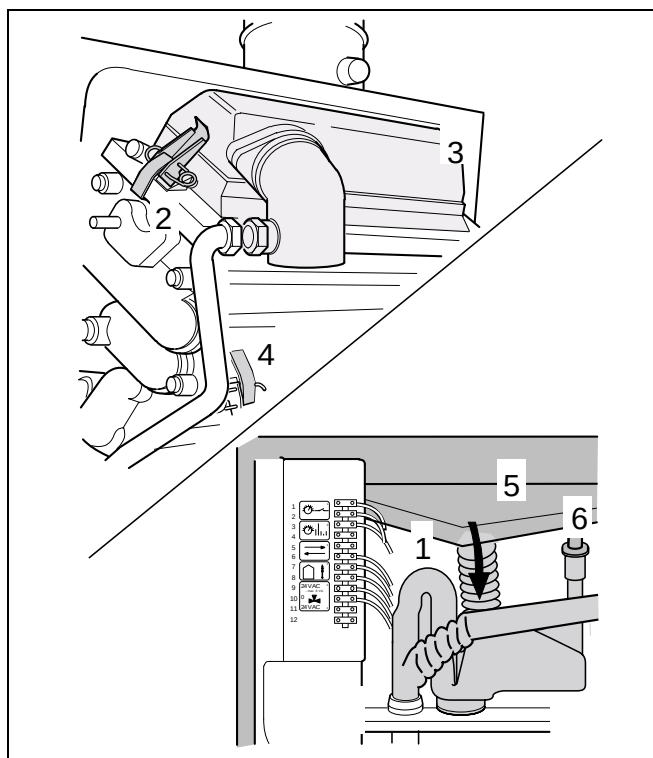

Abb. 32 Abdeckung und Kondensatplatte abnehmen
- Beide Halteklammern (Abb. 32, Pos. 2) an der Brennerabdeckung lösen und Brennerabdeckung und Brenner (Abb. 32, Pos.3) entnehmen.
- Siphon von der Kondensatplatte abziehen (Abb. 32, Pos. 1).
- Verbindung zum Kondensatwasserbypass lösen (Abb. 32, Pos. 6).
- Halteklammern (Abb. 32, Pos. 4) an der Kondensatplatte lösen und Kondensatplatte (Abb. 32, Pos. 5) entnehmen.